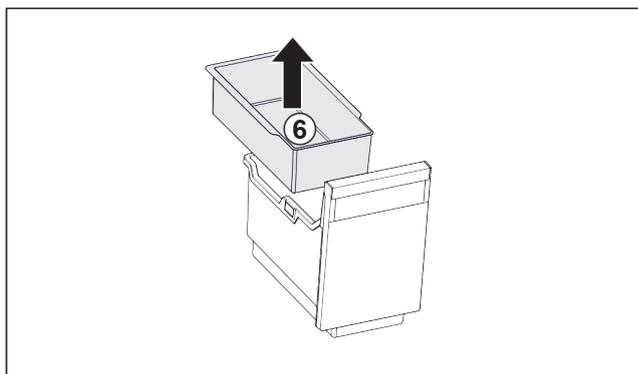

Fig. 100
- ▶ Rimuovere la vaschetta da agganciare Fig. 100 (6).